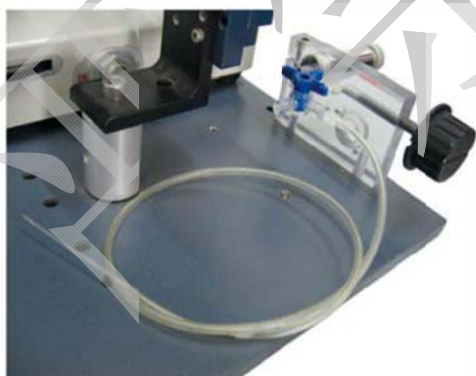

图 2.3 螺旋压力控制器
- (2) 将 LIX 载体和压力控制器（图 2.3）的接头用软管连接起来，调节三通使两者连通，同时注意两者的连接需保持气密性。